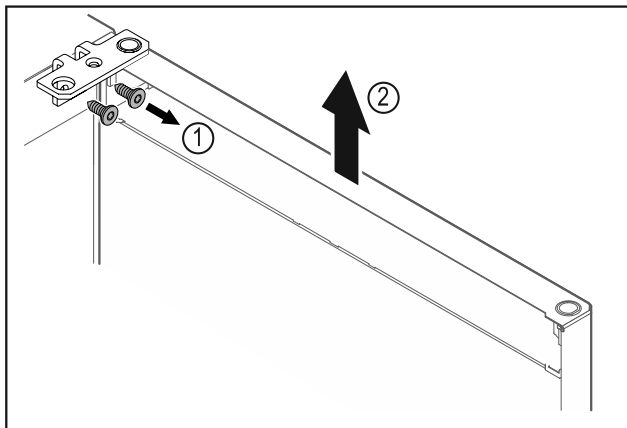

Fig. 13
- Відкрутити шарнірний кутик Fig. 13 (1).
- Дверцята з шарнірним кутиком Fig. 13 (2) приблизно на 200 мм прямо підняти вгору і зняти.